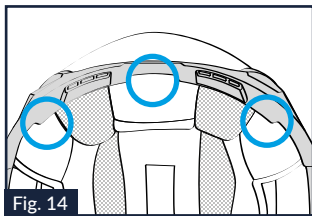

Fig. 14
9.3. Risvoltare correttamente la guarnizione di bordo della calotta e premere verso il basso in corrispondenza delle tre linguette frontali (sinistra, centrale e destra) sino ad agganciarle completamente al supporto. Assicurarsi che la zona frontale del casco si presenti come illustrato in Fig.14.